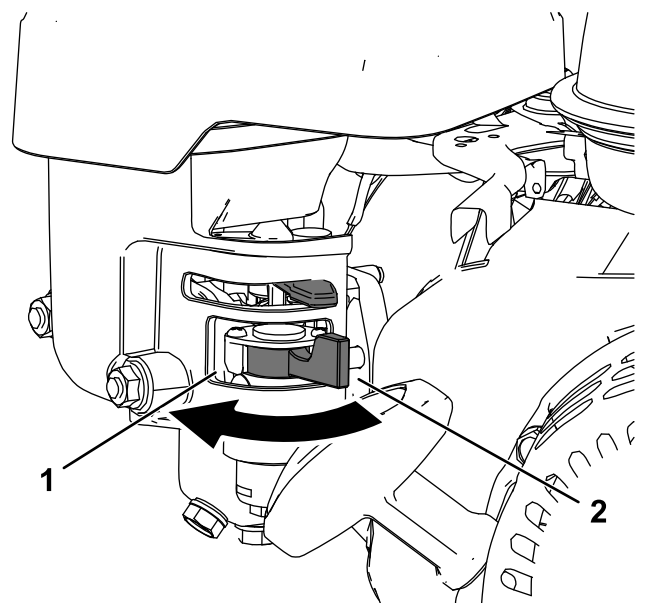

Figura 19
- Para abrir a válvula de combustível, rode a alavanca da válvula de corte de combustível na direção do manípulo do arranque manual com cordão (Figura 19).
- Para fechar a válvula de combustível, rode a alavanca da válvula de corte de combustível afastando-o do manípulo do arranque manual com cordão (Figura 19).